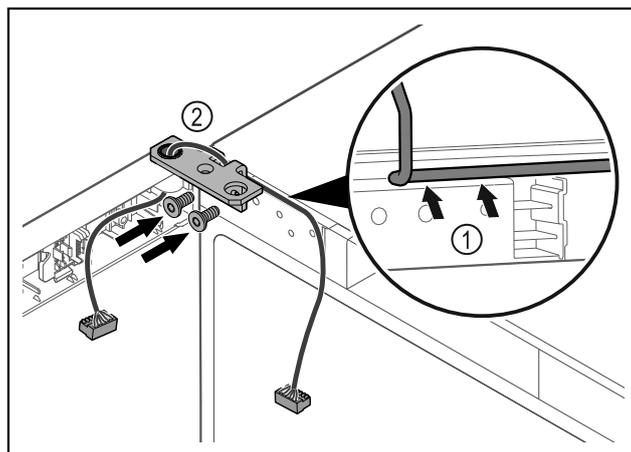

Fig. 43
- ▶ Provedite kabel kroz izrez na kutnoj šarki i oprezno ga položite Fig. 43 (1).
- ▶ Navrnite kutne šarke Fig. 43 (2).